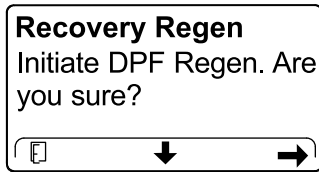

Figura 76
4. Nella schermata INITIATE DPF REGEN premete il pulsante destro per continuare (Figura 76).